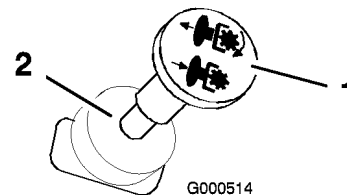

Bild 10
- Ziehen Sie den ZWA-Schalter heraus, um die Messer einzukuppeln (Bild 10).
Drücken Sie den Zapfwellenantriebsschalter in die Aus-Stellung, um die Messer auszukuppeln (Bild 10).